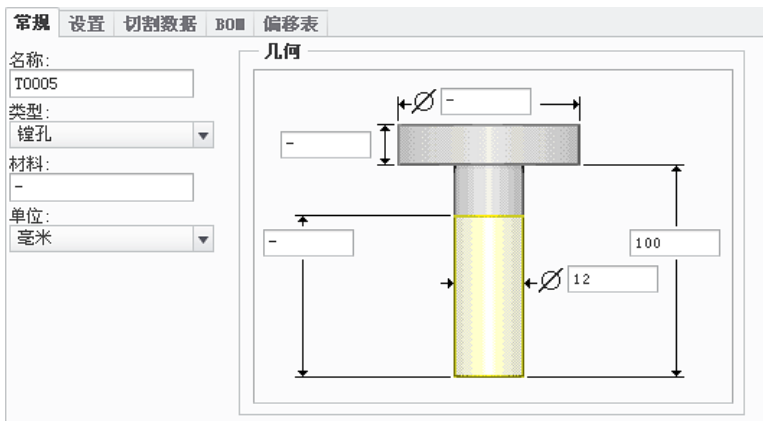

图 10.2.54 设定刀具一般参数
Step3. 在弹出的“刀具设定”对话框中单击  按钮，在 **常规** 选项卡中设置图 10.2.54 所示的刀具参数，设置完毕后依次单击 **应用** 和 **确定** 按钮，返回到“孔加工：镗孔”操控板。